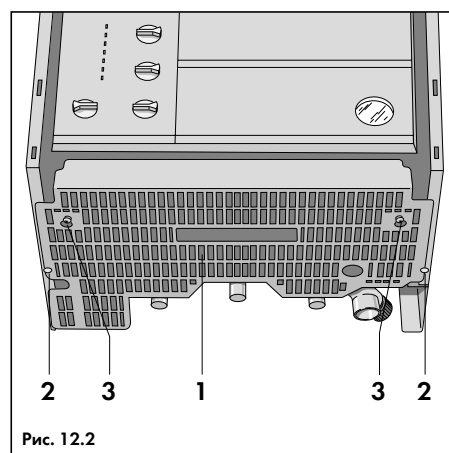

Рис. 12.2
- Вывинтив два задних винта (2, рис. 12.2) и ослабив два передних (3, рис. 12.2), снять нижний щиток аппарата (1, рис. 12.2);